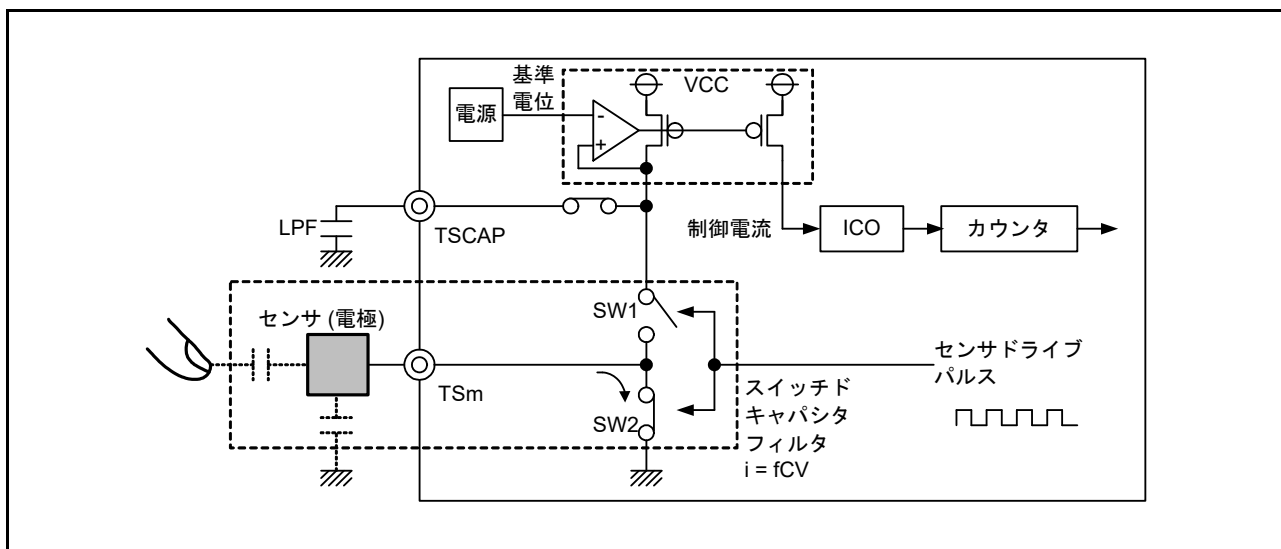

図 42.6 放電動作 (m = 0 ~ 9, 12, 13, 15 ~ 20, 22, 23, 27, 30, 33, 35)
- (2) SW1 : OFF、SW2 : ON にすることで、充電された容量は放電されます (図 42.6)。